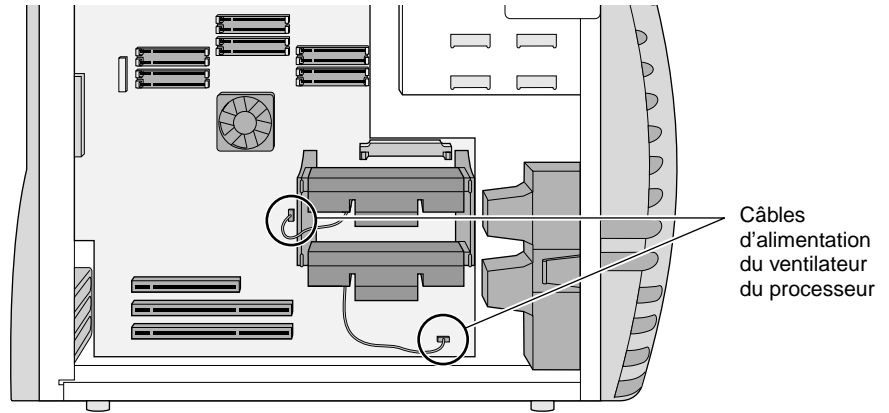

Figure 6-8 Débranchement du câble d'alimentation du ventilateur du processeur relié à la carte mère
5. Si le processeur est relié à un ventilateur, débranchez le câble d'alimentation du ventilateur du connecteur correspondant sur la carte mère, comme indiqué à la Figure 6-8.